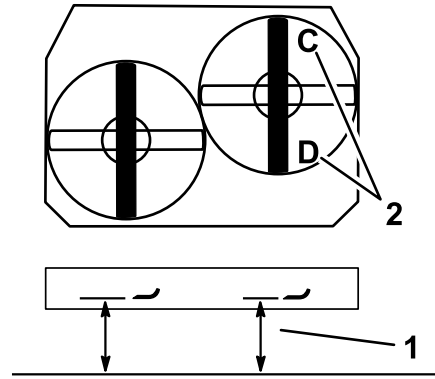

Figure 80
- Tournez la lame droite dans le sens longitudinal (Figure 80).
- Mesurez et notez la distance au point **C** entre la surface plane et le tranchant de la pointe de la lame droite (Figure 80).
- Mesurez et notez la distance au point **D** entre la surface plane et le tranchant de la pointe de la lame droite (Figure 80).
Remarque: La lame doit être plus basse de 6 à 10 mm au point **C** qu'au point **D** (Figure 80). Si ce n'est pas le cas, passez aux opérations suivantes.
2. Tournez la lame droite dans le sens longitudinal (Figure 80).